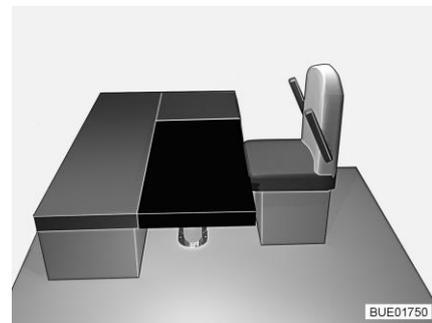

Bild 159 Nach dem Umbau
- Das rechteckige Zusatzpolster auf den Tisch legen (vor die Sitzpolster der Sitzbank, siehe Bild 159).